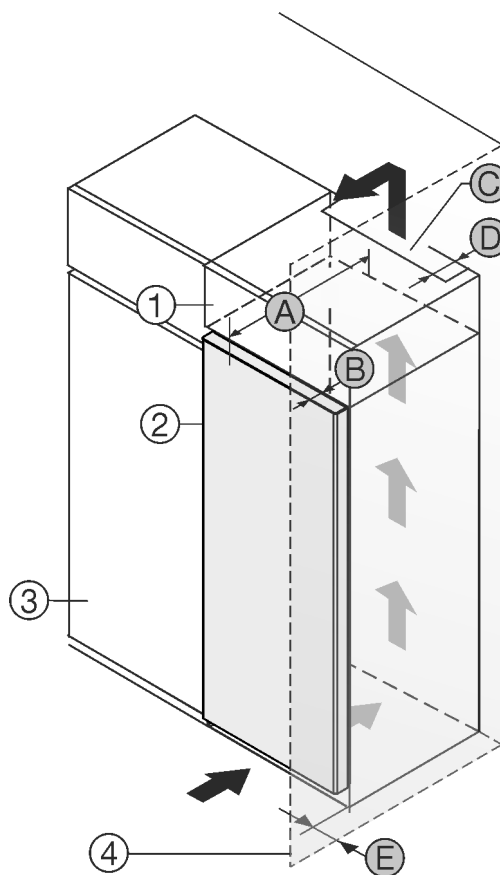

Fig. 1
- (1) Skapmodul *
- (2) Enhet *
- (3) Kjøkkenskap *
- (4) Vegg *
- (A) Enhetsdybde *
- (B) Dørdybde *
- (C) Ventilasjonstverrsnitt *
- (D) Avstand enhetens bakside *
- (E) Avstand på siden av enheten *
Du kan plassere apparatet rett ved siden av kjøkkenskapet Fig. 1 (3).*
På baksiden av skapmodulen over enheten må det installeres en ventilasjonskanal med dybden Fig. 1 (D) over hele skapmodulens bredde.*
Ventilasjonsstverrsnittet Fig. 1 (C) under taket i rommet må overholdes.*
Hvis apparatet plasseres med hengslene mot en vegg Fig. 1 (4), må avstanden mellom apparatet og veggen være minst 13 mm.*
Hvis apparatet plasseres med hengslene mot en vegg Fig. 1 (4), må avstanden mellom apparatet og veggen være minst 20 mm.*
For at du skal kunne åpne døren helt, må apparatet rage dørdybden Fig. 1 (B) lenger ut enn fronten på kjøkkenskapene. Avhengig av kjøkkenskapenes Fig. 1 (3) dybde og bruk av veggavstandsstykker kan enheten rage enda lengre ut.*